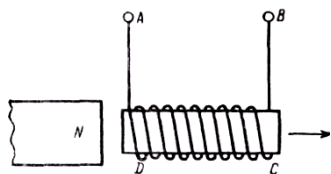

Рис.76
11. На рис. 76 показано взаимное положение постоянного магнита и соленоида. В каком направлении идет ток в соленоиде, если он отталкивается от магнита?